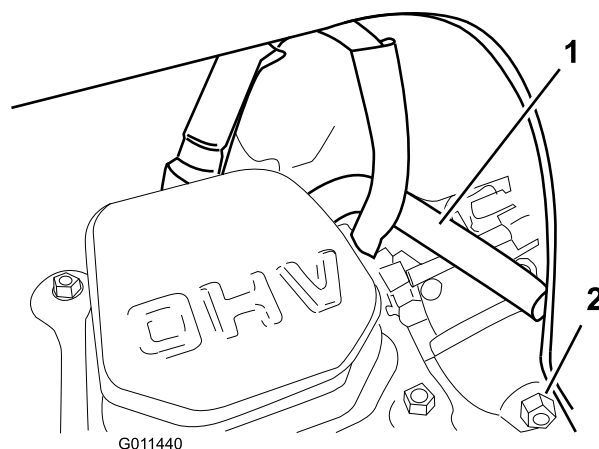

**Figure 35**
11. Réglez l'écartement des électrodes à 0,76 mm (0,030") (Figure 35).